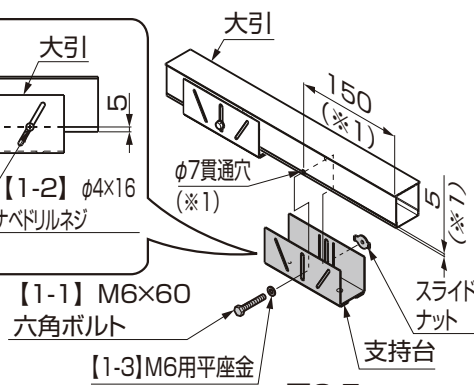

図3-5
- ①支持台を【1-1】、【1-3】、スライドナットで取付けてください。(図3-5、表3-1参照)